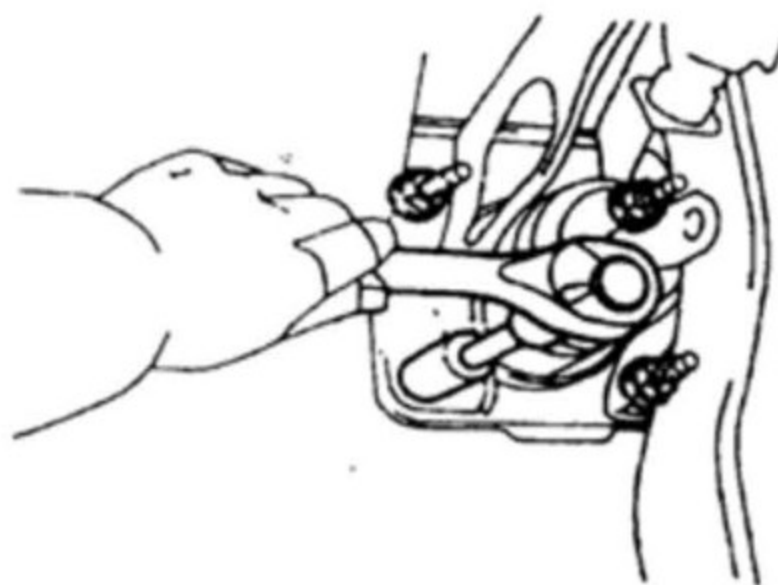

图3-10
- (2) 脱开制动灯连接器。
- (3) 拆下4个螺母和制动踏板支架, 如图3-10所示。
(1) 用4个螺母安装制动踏板支架（见图3-10），拧紧力矩： $13\text{N} \cdot \text{m}$ 。
(2) 连接制动灯开关接头。